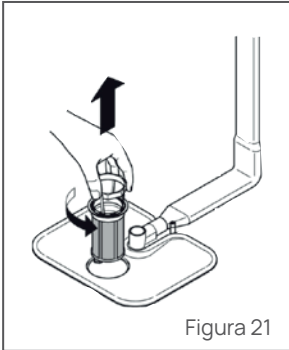

Figura 21
- Para extraer el sistema filtrante basta girarlo media vuelta en sentido antihorario y levantarlo tirando del mismo (Figura 21).